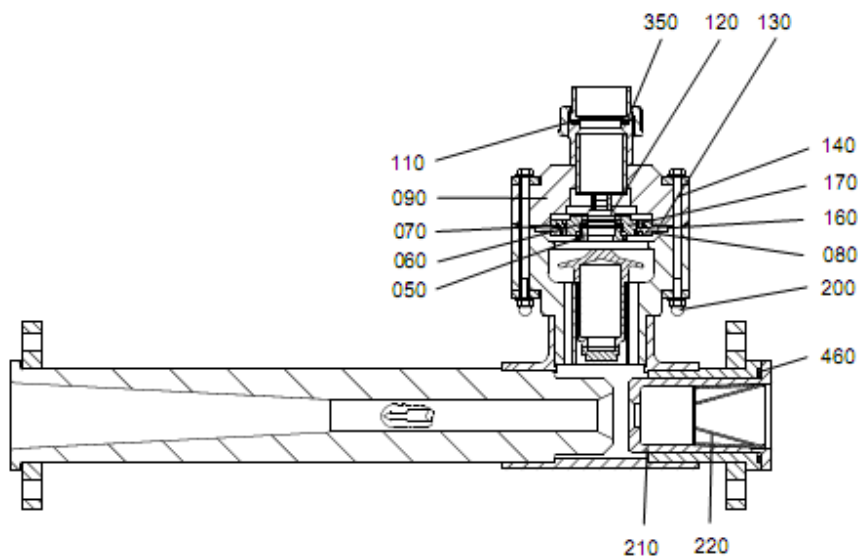

Рис.6 Схема сборки, инжекторы 545-2816 /-5816 /-2916 /-5916 /-2016 /-5016
- Отсоединить насадку (поз. 210, см. рис. 6).
- Оставить в насадке вихревой узел (поз. 220, см. рис. 6).
- Ослабить накидную гайку (поз. 110, см. рис. 6).
- Если имеются утечка воды: заменить поршень (120, см. рис. 6) и седло (060, см. рис. 6).
- Ослабить накидную гайку (поз. 200, см. рис. 6).
- Выкрутит винт с цилиндрической головкой (поз. 140, см. рис. 6).
- Снять верхнюю часть (поз. 090, см. рис. 6).
- Если необходимо, заменить уплотнительное кольцо (поз. 160, см. рис. 6).
• Установить мембранный диск (поз. 170, см. рис. 6) (с мембраной, седлом, винтовыми частями и уплотнительными кольцами) в поршень.
• Ослабить накидную гайку (поз. 200, см. рис. 6).
• Выкрутить винт с цилиндрической головкой (поз. 140, см. рис. 6).
• Снять верхнюю часть (поз. 090, см. рис. 6).
• Открутить мембранное кольцо (поз. 080, см. рис. 6).
• Проверить уплотнительные кольца (поз. 070, см. рис. 6).
• Снять мембрану (поз. 130, см. рис. 6).
• Прочно закрепить мембранное кольцо (поз. 080, см. рис. 6).
• Открутить винтовую часть (поз. 050, см. рис. 6).
• Снять седло (поз. 060, см. рис. 6) и уплотнительное кольцо